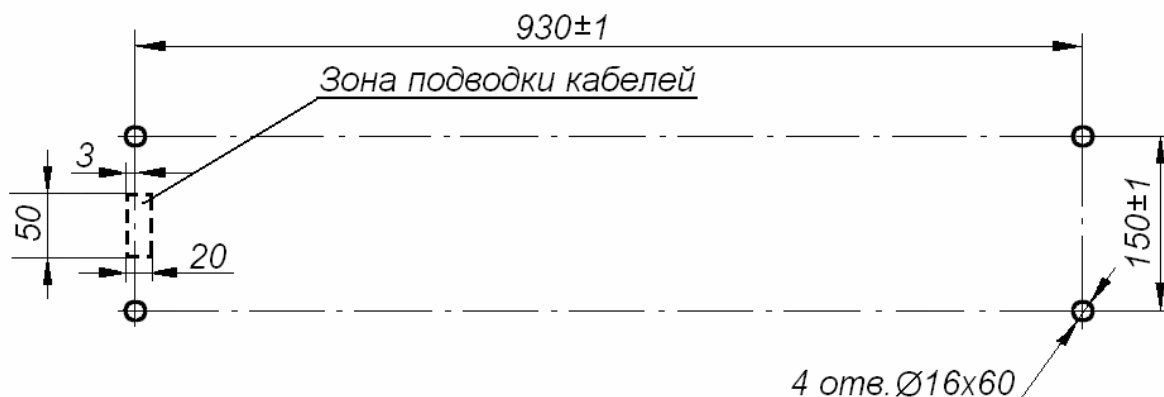

Рисунок 10 Схема разметки отверстий для крепления стойки турникета
- производить разметку установочных отверстий в соответствии с рис. 10;
8.4.3 При необходимости прокладки кабелей (13) и (14) под поверхностью пола подготовьте в полу кабельный канал, подходящий к зоне подводки указанных кабелей к стойке (рисунок 10).